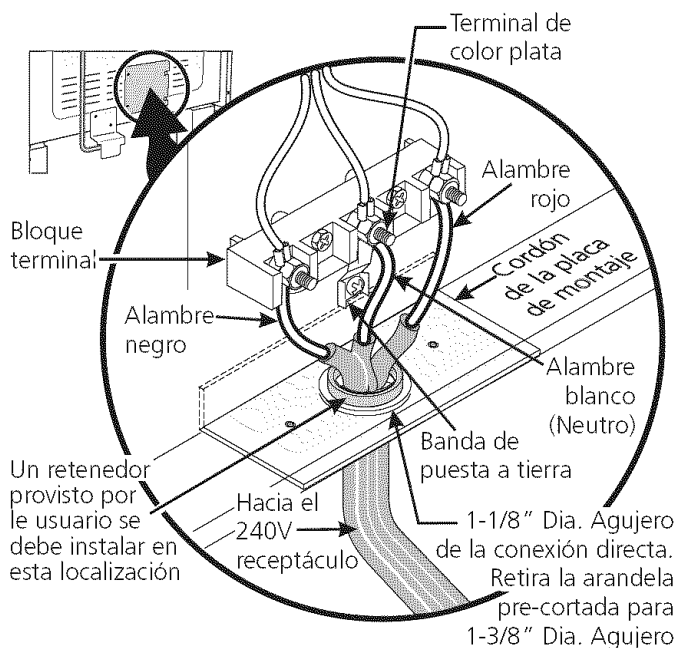

Figura 3
(Un cordón flexible o cable de 3 conductores debe de ser reemplazado con un cordón flexible o cable de 4 conductores donde la conexión del conductor a tierra al neutro esta prohibida en las nuevas instalaciones, las casas sobre ruedas, los vehículos de recreación o otras áreas donde los códigos locales no permiten la conexión a tierra al neutro.) Si los códigos locales permiten la conexión del conductor de tierra del marco con el alambre neutro del cordón eléctrico de cobre (vea Figura 3):
4. Instale las tres tuercas sobre el bloque terminal (vea Figura 3).